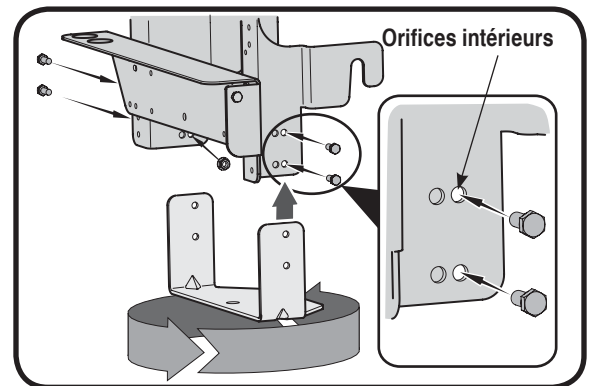

Figure 15
2. Tournez la plaque d'attache à 180° par rapport à sa position d'origine. Revissez les quatre boulons dans le support de fixation et le châssis de la plaque d'attache, en les fixant avec les écrous enlevés précédemment. Utilisez les orifices intérieurs (les plus proches des crochets de montage) du support de fixation. Consultez la Figure 15.